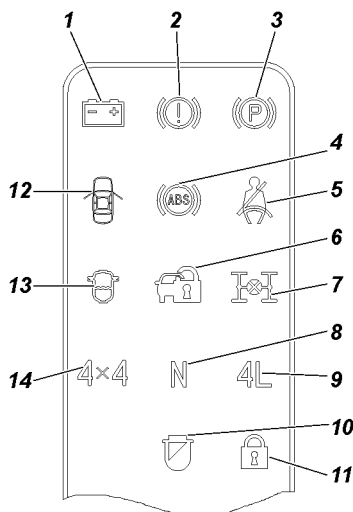

Рис. 3.4. Блок сигнализаторов
- 3 -блок сигнализаторов** (изображен на рис. 3.4)
На рис. 3.4 изображен блок сигнализаторов.
Состояние "включено" - иммобилайзер блокирует пуск двигателя. При этом сигнализатор 6 (см. рис. 3.4) включения иммобилайзера включен постоянно.